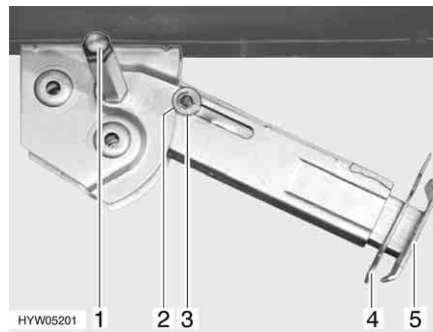

Bild 51 Hubstütze
- Am Sechskant (Bild 51,1) den Steckschlüssel aufstecken und drehen, bis die Hubstütze senkrecht nach unten steht.
- Splint (Bild 51,4) aus der Stützfußverlängerung (Bild 51,5) herausziehen.
- Am Sechskant (Bild 51,1) den Steckschlüssel aufstecken und drehen, bis die Hubstütze wieder vom Boden frei ist.
- Stützfußverlängerung (Bild 51,5) ganz einschieben und Splint (Bild 51,4) in die vorgesehene Bohrung an der Stützfußverlängerung stecken.
- Mit Steckschlüssel am Sechskant (Bild 51,1) drehen, bis Hubstütze nach oben geschwenkt und die Führungsscheibe (Bild 51,3) vollständig in die Kerbe (Bild 51,2) eingefahren ist.